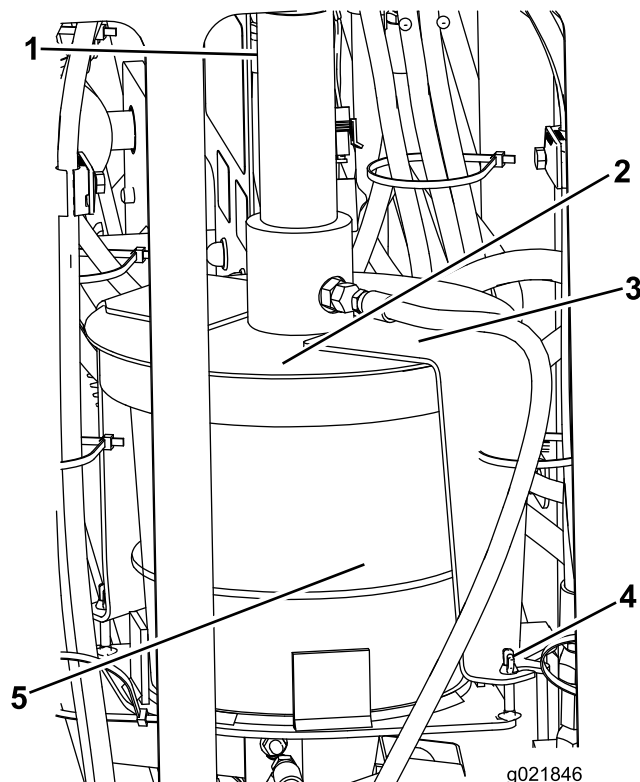

Figura 91
3. Afloje las tuercas de orejeta que sujetan las pletinas de sujeción a la máquina (Figura 91).
4. Gire la tapa y separe las pletinas de sujeción de los pernos de retención (Figura 91).
5. Retire la tapa del cubo de lubricante de roscas vacío (Figura 91).
7. Coloque el pistón en el cubo nuevo y baje la tapa sobre el cubo (Figura 91).
8. Coloque las pletinas de sujeción sobre los pernos de retención y gire la tapa para enganchar las pletinas en los pernos (Figura 91).